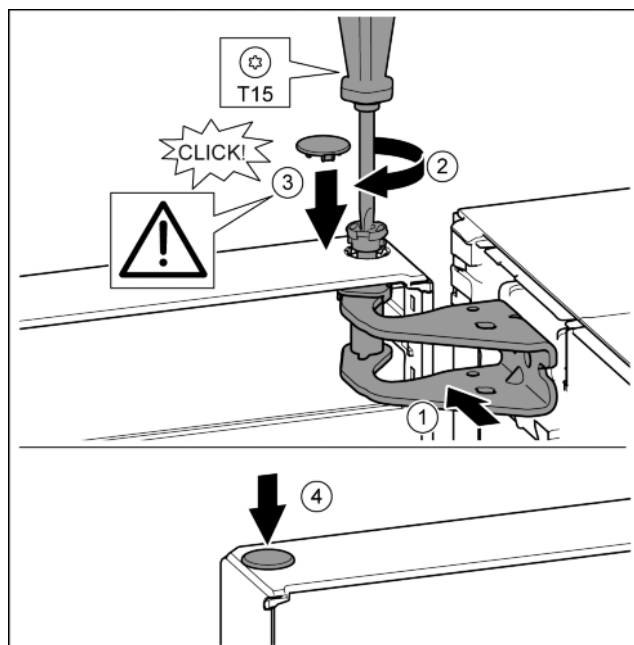

Fig. 17
- ▶ Orienter la porte en haut pour l'ouverture dans le support de palier. Fig. 17 (1)
- ▶ Poser le boulon et le visser avec un tournevis T15. Fig. 17 (2)
- ▶ Monter le cache de sécurité pour sécuriser la porte : Mettre en place le cache de sécurité et contrôler s'il repose sur la porte. Sinon, enfoncer à fond le boulon. Fig. 17 (3)
- ▶ Mettre le bouchon en place. Fig. 17 (4)